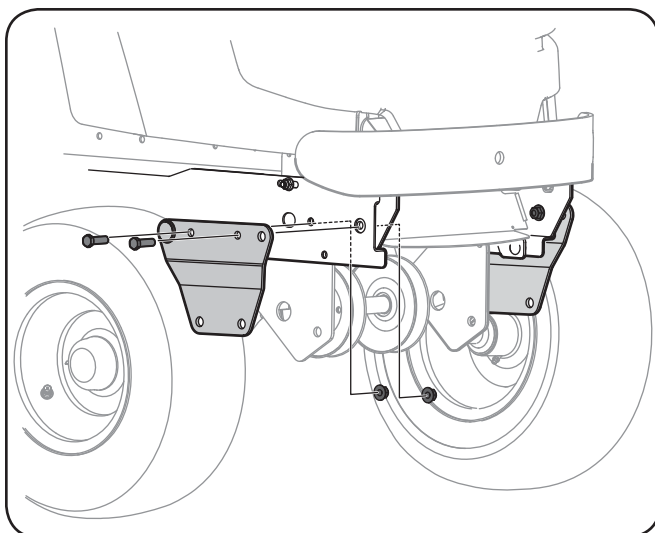

Figure 3-2
2. Fixez le support de la commande de relevage gauche, celui de droite et le pare-chocs au châssis avec les quatre vis hexagonales et écrous autobloquants à bride. Voir Figure 3-2.